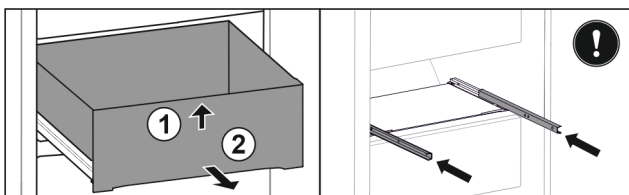

Fig. 48
- ▶ Ridicați sertarul în față. Fig. 48 (1)
- ▶ Extrageți sertarul spre înainte. Fig. 48 (2)